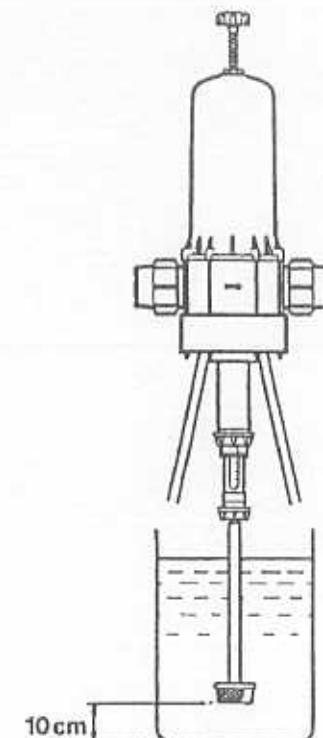

Abb.5
**ACHTUNG !** Den Saugkopf ungefähr 10 cm vom Boden des Lösungsbehälters entfernt lassen, damit keine nichtlöslichen Teilchen, die den Dosierkörper beschädigen könnten, angesaugt werden (Abb.5)